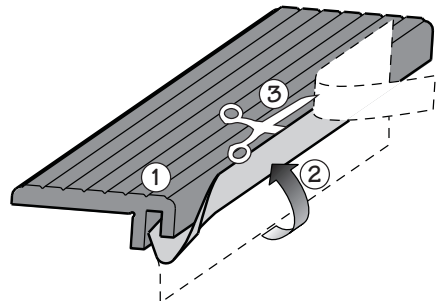

Figure 2 : Collage du ruban UHPM facultatif (Corps du coulisseau non montré pour plus de clarté.)
1. Décoller la pellicule protectrice, puis apposer le ruban à l'intérieur de la lèvre du coulisseau, comme le montre la **figure 2**. S'assurer qu'il est bien collé.